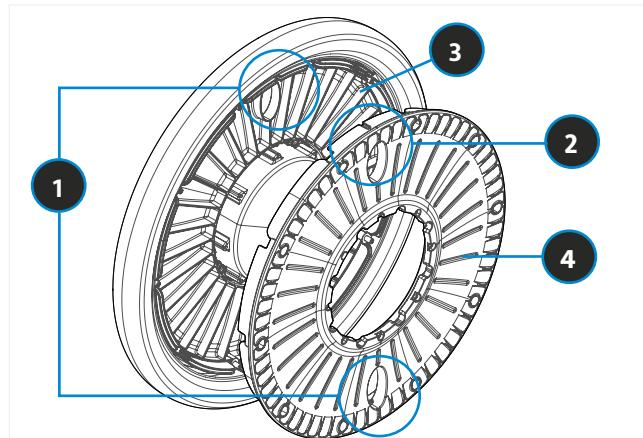

BILD 60 ORIENTIERUNG FELGEN - IMMER 2 AUF 3 LAMELLEN
- ▶ Die Felgenhälften zusammendrücken und darauf achten, dass die Lamellen (3 Stück) der Ventilöffnung nach außen stehen: siehe Bild 60.